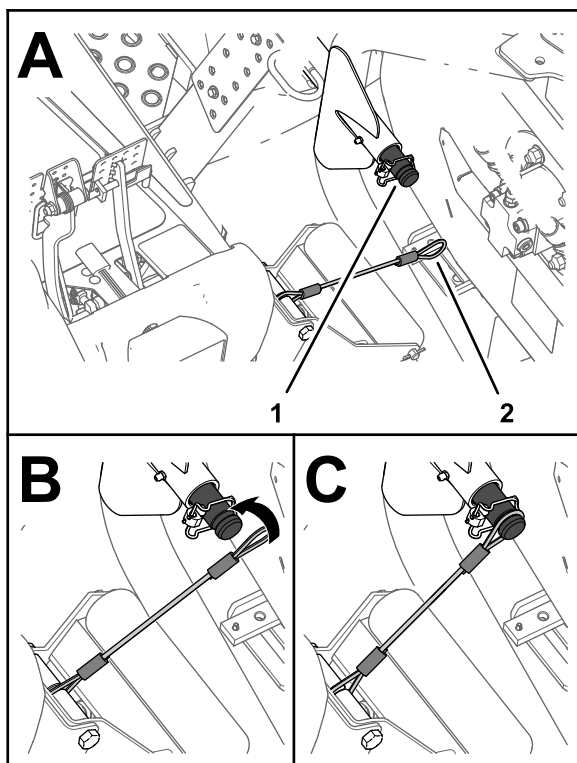

Figura 40
5. Alinee el amarre al eje de tiro del brazo de elevación de la unidad de corte exterior delantera (Figura 40).
6. Deslice el bucle del amarre sobre el eje de tiro hasta que el amarre quede totalmente asentado en la ranura del eje (**Figura 40**).